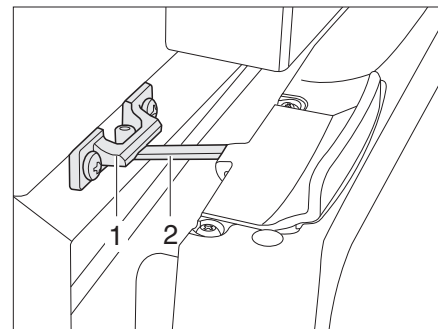

Fig. 255 Porte du réfrigérateur en position de ventilation (Thetford)
- Ouvrir le verrouillage (Fig. 255,2) et l'enclencher dans le logement de verrouillage (Fig. 255,1). La porte du réfrigérateur reste ainsi légèrement ouverte.